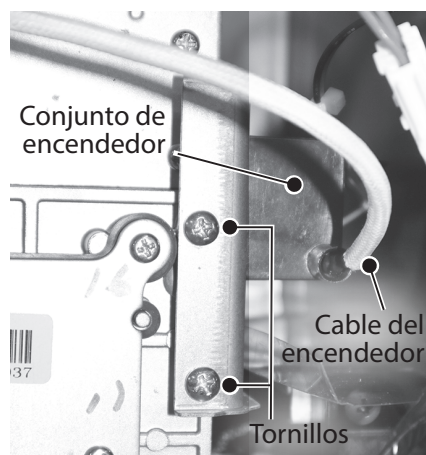

Figura 136 - Ubicación del conjunto de encendedor
- 20 Ubique el conjunto de encendedor en el lado derecho del calentador de agua. Consulte la Figura 136.
- 21 Desconecte el cable del encendedor del conjunto de encendedor. Consulte la Figura 136.
- 22 Retire los dos tornillos que fijan el conjunto de encendedor y el soporte al múltiple de gas. Deje los tornillos a un lado en un lugar seguro para volver a instalarlos. Consulte la Figura 136.